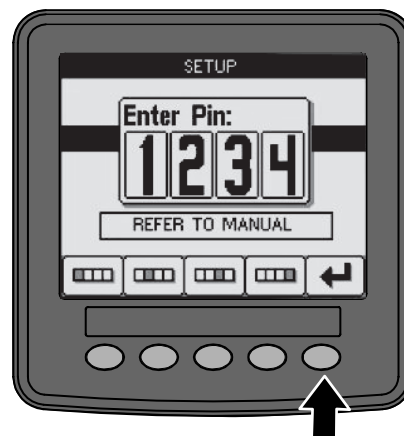

Figure 17
3. Après avoir saisi le code PIN, sélectionnez l'icône Entrée (Figure 17).